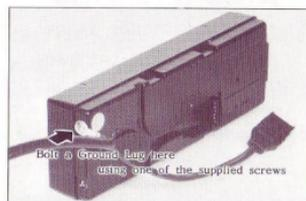

Figure 5.
- (2) Se desconecta el corto cable de interconexión en la parte posterior del Controlador y se conecta entonces el extremo preparado del cable largo de interconexión. Se conecta el terminal de la toma de tierra de la malla a uno de los orificios roscados y vacíos en el borde del controlador, Fig 5.